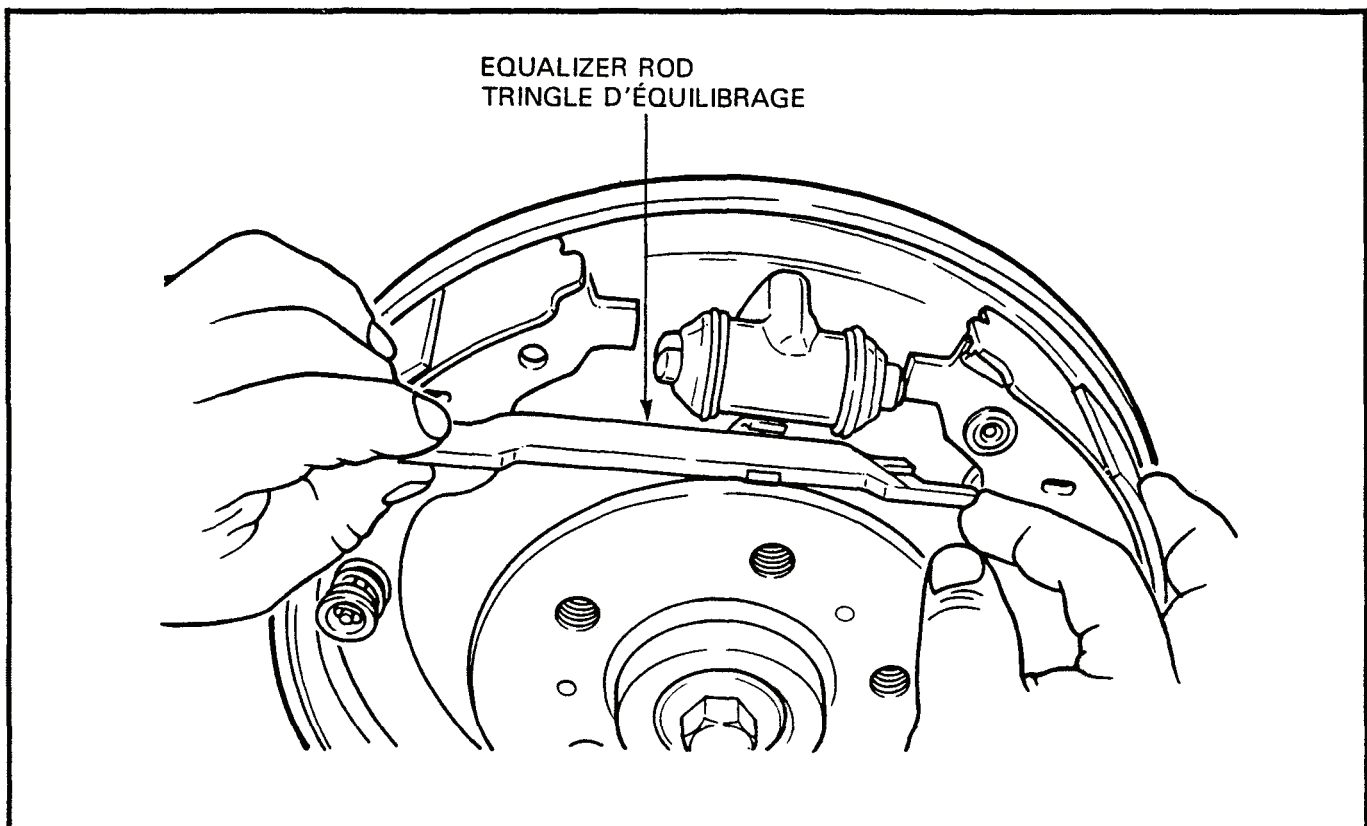

Figure 4-2-6 Equalizer Rod
b. Install the bottom end of the front shoe in the adjuster (7) and the top end in the wheel cylinder (2).	b. Installer l'extrémité inférieure de la mâchoire avant dans le dispositif de réglage (7), et l'extrémité supérieure dans le cylindre de roue (2).
c. Insert the guide pin (8) through the backing plate and shoe.	c. Insérer la goupille de retenue (8) au travers du plateau de frein et de la mâchoire.
d. Install a spring (10) and retainer (9) over the guide pin, push in the spring and retainer and turn one-quarter turn to secure the retainer to the guide pin.	d. Placer un ressort (10) et un dispositif de retenue (9) sur la goupille de retenue, enfoncer le ressort et le dispositif et tourner d'un quart de tour pour retenir le dispositif à la goupille de retenue.
e. Install the equalizer rod (4) with the long tang of the rod toward the front shoe and in front of the shoe. Ensure the equalizer rod also engages the lever of the front shoe, see Figure 4-2-6.	e. Installer la tringle d'équilibrage (4) en plaçant la longue queue vers la mâchoire avant et devant celle-ci. S'assurer que la tringle d'équilibrage pénètre également dans le levier de la mâchoire avant, voir figure 4-2-6.